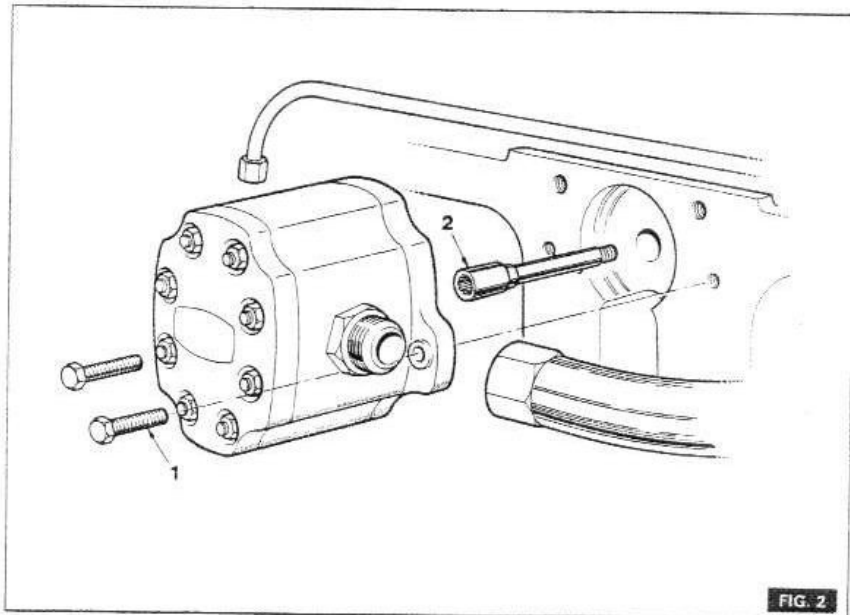

FIG. 2
- 5 - (figure 2) - Retirer les deux vis de fixation (1).
- 6 - Dégager la pompe de l'arbre d'entraînement (2).